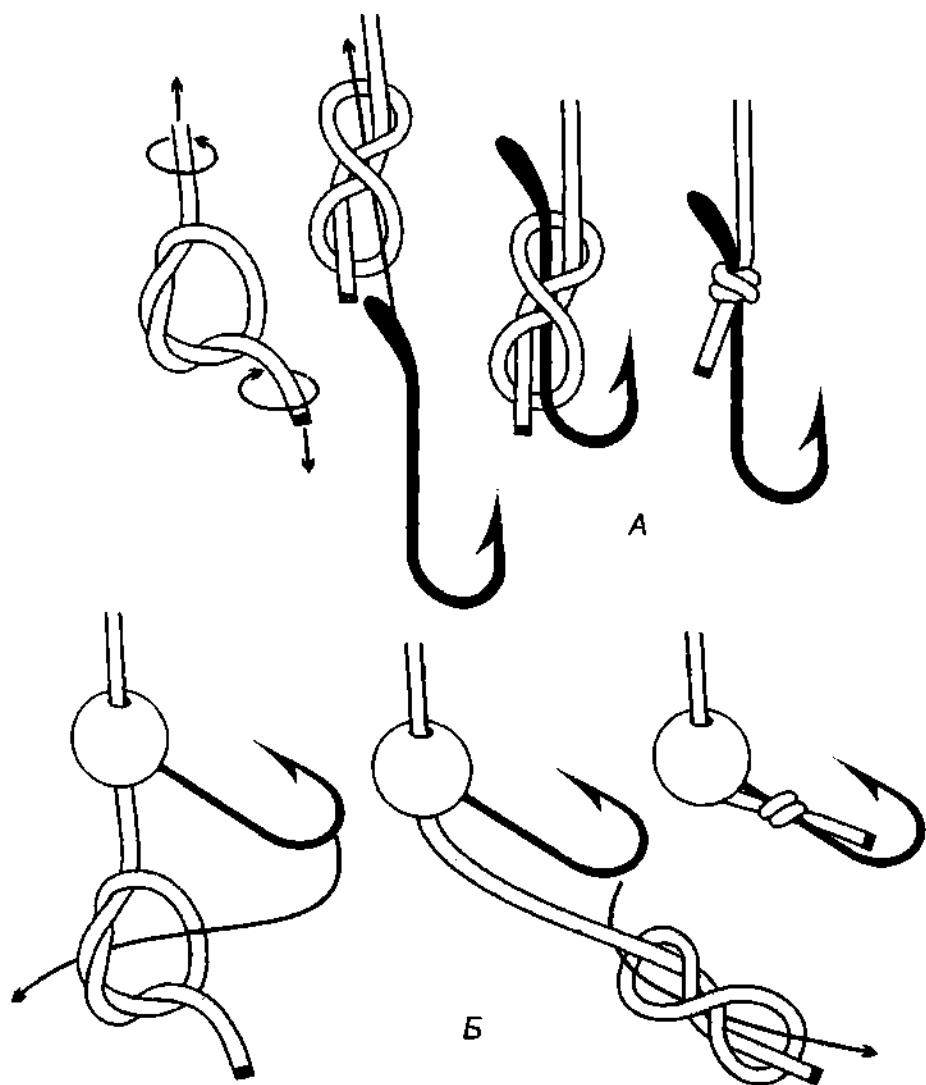

Рис. 741. 1-й способ вязки *питонова узла*. *Питонов узел*, завязанный на крючке и мормышке.
**1-й способ вязки питонова узла.** *Питонов узел* вяжется из *двойного простого узла* (рис. 741). Если одновременно потянуть оба конца у завязанного *двойного простого узла* в противоположные стороны, узел принимает форму восьмёрки, после чего она одевается на цевьё крючка и затягивается.